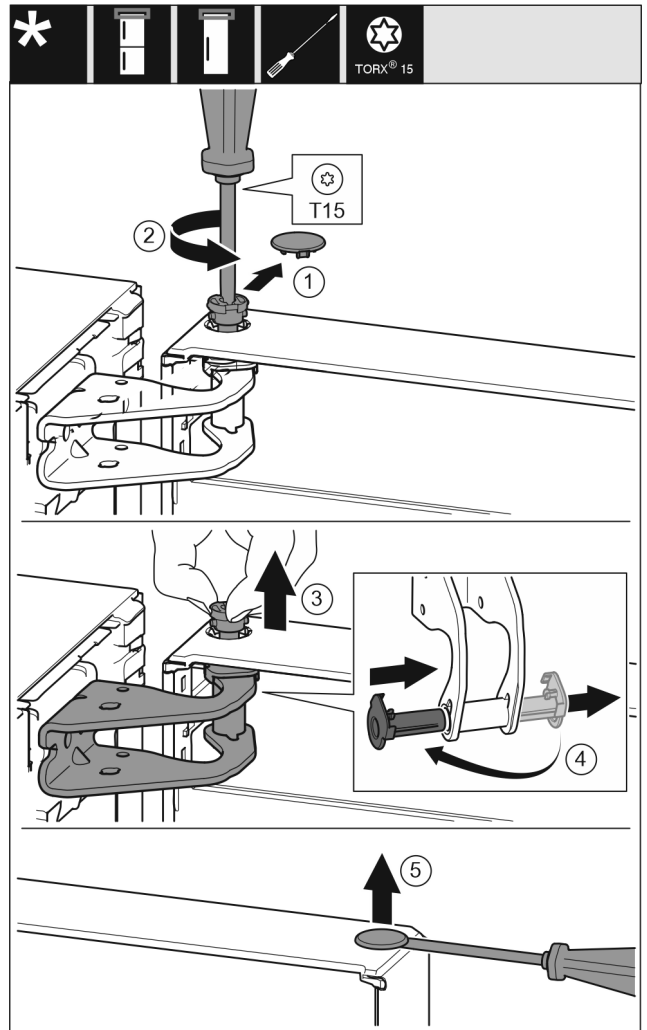

Fig. 11
- ▶ Óvatosan húzza le a biztonsági fedelet. Fig. 11 (1)
- ▶ Tekerje ki a csapot egy kissé a T15 csavarhúzóval. Fig. 11 (2)
- ▶ Tartsa meg az ajtót, és húzza ki a csapszeget az ujjával. Fig. 11 (3)
- ▶ Húzza ki a csapágyperselyt a vezetősínből. Helyezze be a másik oldalról, és pattintsa a helyére. Fig. 11 (4)
- ▶ Óvatosan emelje ki a dugaszt az ajtó csapágyperselyéből lapos csavarhúzóval, és húzza ki. Fig. 11 (5)